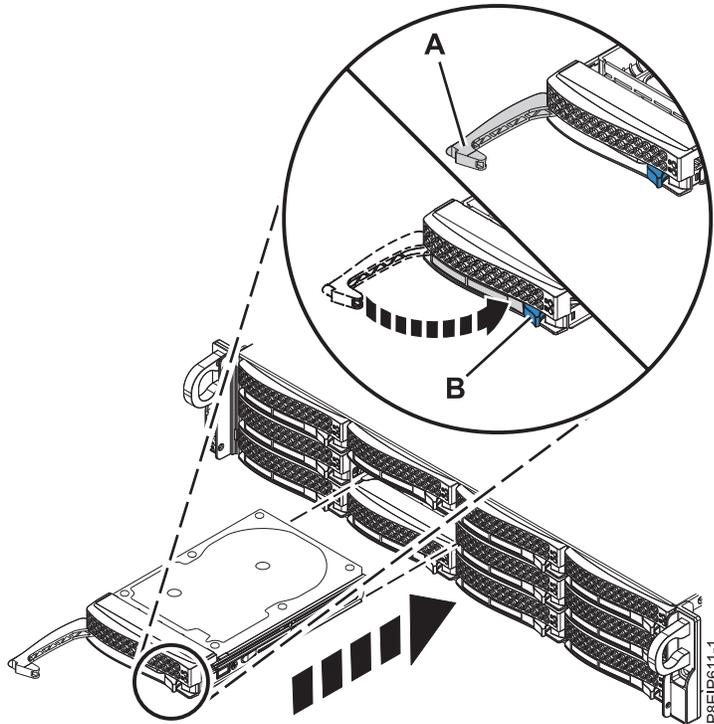

Figure 100. Détails relatifs à la fixation d'une unité de disque
3. Verrouillez la poignée de la baie d'unité (**A**) en poussant le loquet de la poignée jusqu'à ce qu'il soit verrouillé en position (**B**) comme indiqué dans la figure 100, à la page 98.